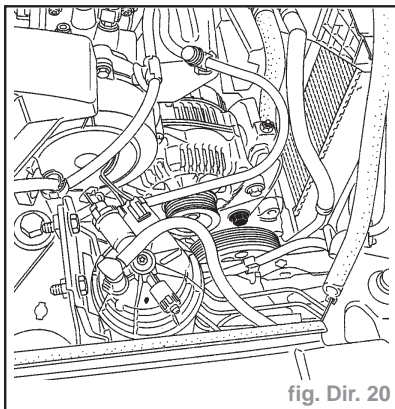

fig. Dir. 20
- déposer les deux vis supérieures (fig. Dir. 20).